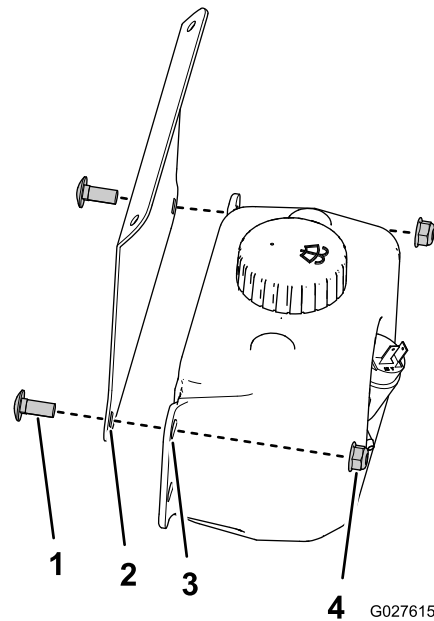

Figuur 14
3. Verwijder de plug uit de dakconsole (Figuur 14).